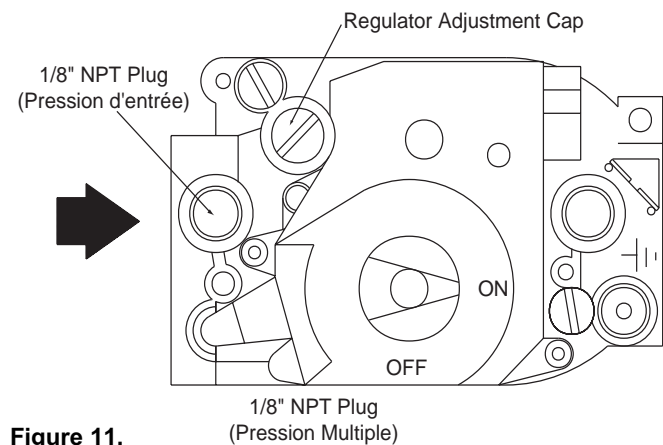

Figure 11.
3. Enlever le bouchon NPT de 1/8" situé sur la face externe de la soupape et y visser la garniture que vous trouverez dans le kit du manomètre. Voir figure 11.